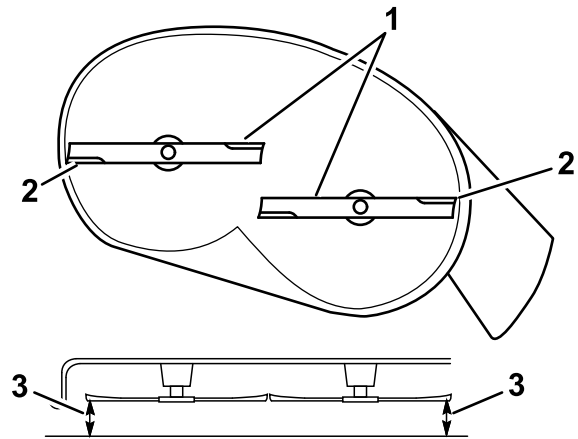

Bild 68
5. Messen Sie den Abstand zwischen den äußeren Schnittkanten und der ebenen Oberfläche (Bild 68).